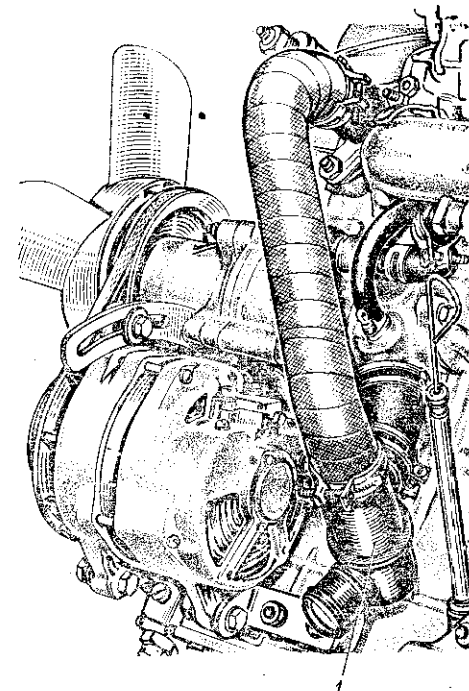

Рис. 39. Расположение термостата на двигателе:
1. Заправьте системы охлаждения двигателя и отопителя кузова, предварительно установив на место резьбовые пробки сливных отверстий, чистой водой, пустите двигатель, прогрейте воду до температуры 85—90° С, при которой клапан термостата 1 (рис. 39) уже будет открыт, и дайте проработать двигателю 2—3 мин.